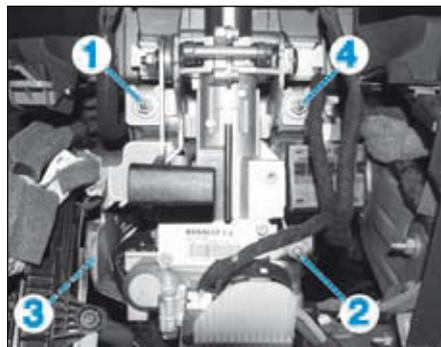

FIG.15
• Déposer les écrous puis la colonne de direction (Fig.15).
- Respecter l'ordre (Fig.15) et les couples de serrage.